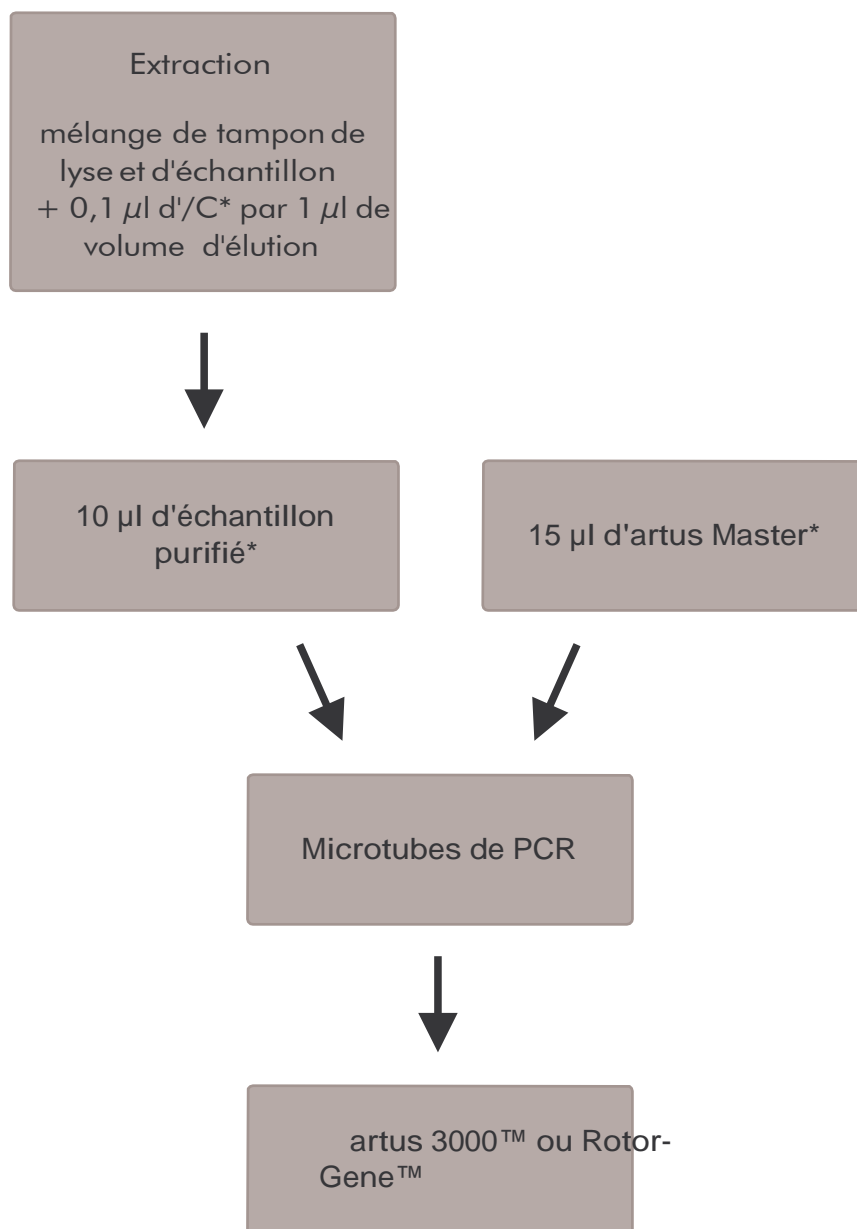

Fig. 1 : Processus d'addition du *Contrôle interne* pour contrôler la procédure d'extraction et une éventuelle inhibition de la PCR.
vous permet de contrôler **aussi bien la procédure d'extraction d'ARN qu'une éventuelle inhibition de la PCR** (voir Fig. 1). Pour cette application, ajouter le *Contrôle interne* dans un rapport de 0,1 μl par 1 μl de volume d'élution pendant la procédure d'extraction. Utiliser par exemple le kit QIAampViral RNA Mini Kit et éluer l'ARN dans 60 μl de tampon AVE, puis utiliser 6 μl de *Contrôle interne*. Si par exemple l'élution est de 50 μl , utiliser par conséquent 5 μl . La quantité de *Contrôle interne* utilisée dépend **uniquement** du volume d'élution. Le *Contrôle interne* et l'ARN entraîneur (voir **8.2 Extraction de l'ARN**) peuvent seulement être ajoutés
8.3 Contrôle interne). Utiliser dans ce cas le tableau de pipetage suivant (voir également la représentation schématique à la Fig. 1) :